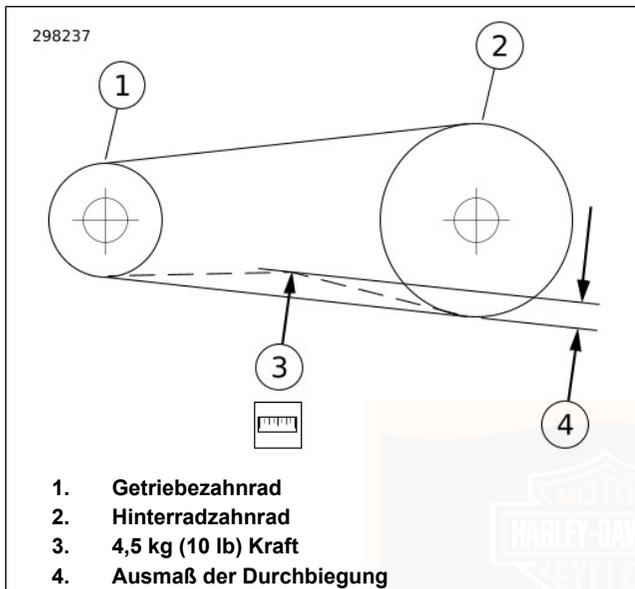

Abbildung 69. Riemendurchbiegung überprüfen
b. **Alle anderen Modelle:** Siehe Abbildung 69. Bei stillgehaltenem Messgerät Riemendurchbiegung (4) messen.